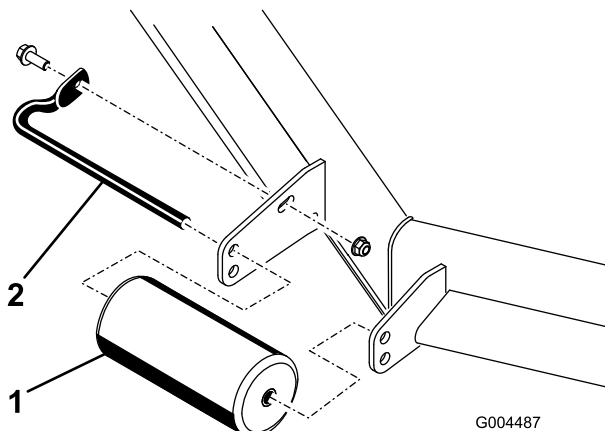

Figure 25
- Retirez les fixations de chaque galet sur le plateau de coupe et montez ou abaissez les galets selon le cas ; reportez-vous aux Figure 25 à Figure 29 selon ce qui convient à votre tondeuse.